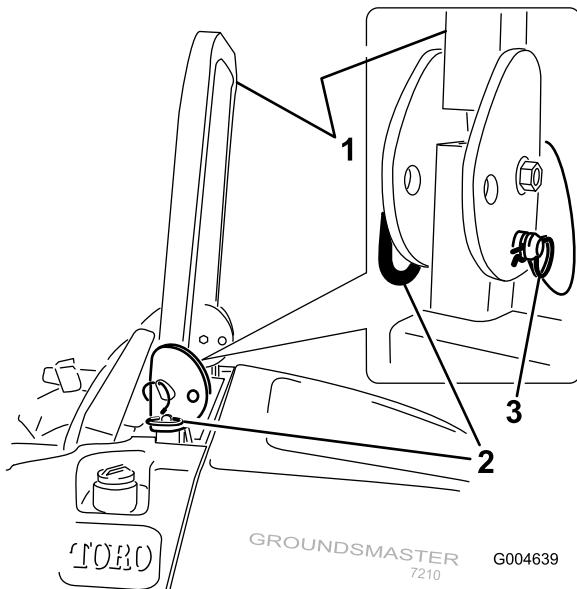

Figura 12
1. Para baixar a barra de segurança, retire os pernos de gancho, empurre a barra de segurança para a frente contra as molas e retire os dois pinos (Figura 12).
3. Instale os dois pinos e fixe-os com os contrapinos (Figura 12).
4. Para levantar a barra de segurança, remova os contrapinos e os dois pinos (Figura 12).
5. Levante a barra de segurança na vertical, instale os dois pinos e fixe-os com os contrapinos (Figura 12).